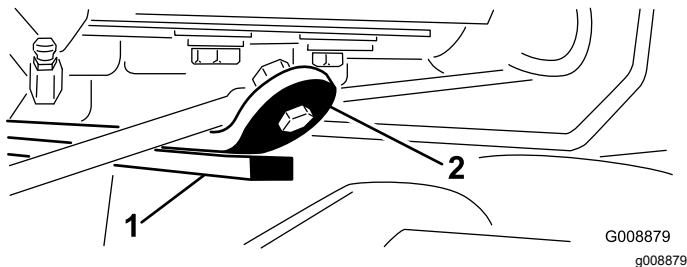

Рисунок 14
3. Запустите двигатель, поднимите режущие блоки и убедитесь в том, что зазор между сменной накладкой наверху задней сменной планки режущего блока и отбойной накладкой составлял от 0,51 до 2,54 мм (Рисунок 14).